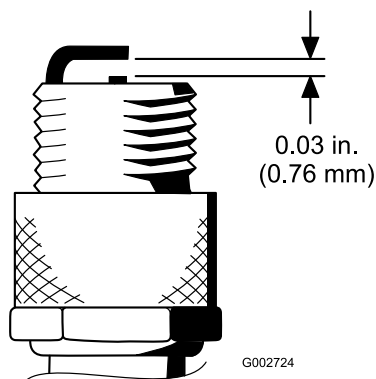

Figura 37
4. Ajuste a folga existente entre a zona central e lateral do eléctrodo para 0,76 mm (Figura 37).